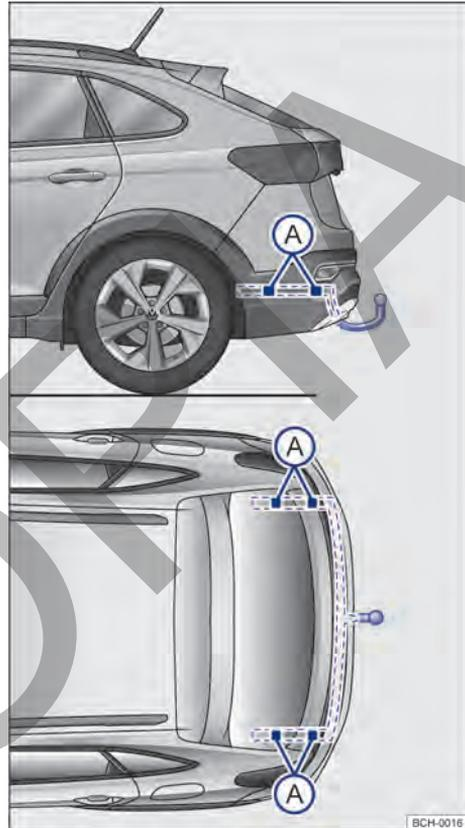

Fig. 151 Puntos de fijación para el montaje posterior de un enganche para remolque.
La figura → **fig. 151** muestra, por ejemplo, el punto de fijación para el montaje de un dispositivo de remolque del modelo Nivus.
El montaje posterior de un dispositivo de remolque deberá ser efectuado de acuerdo con las instrucciones del respectivo fabricante del enganche, siempre respetando los puntos de fijación indicados en la → **fig. 151** (A). ▶